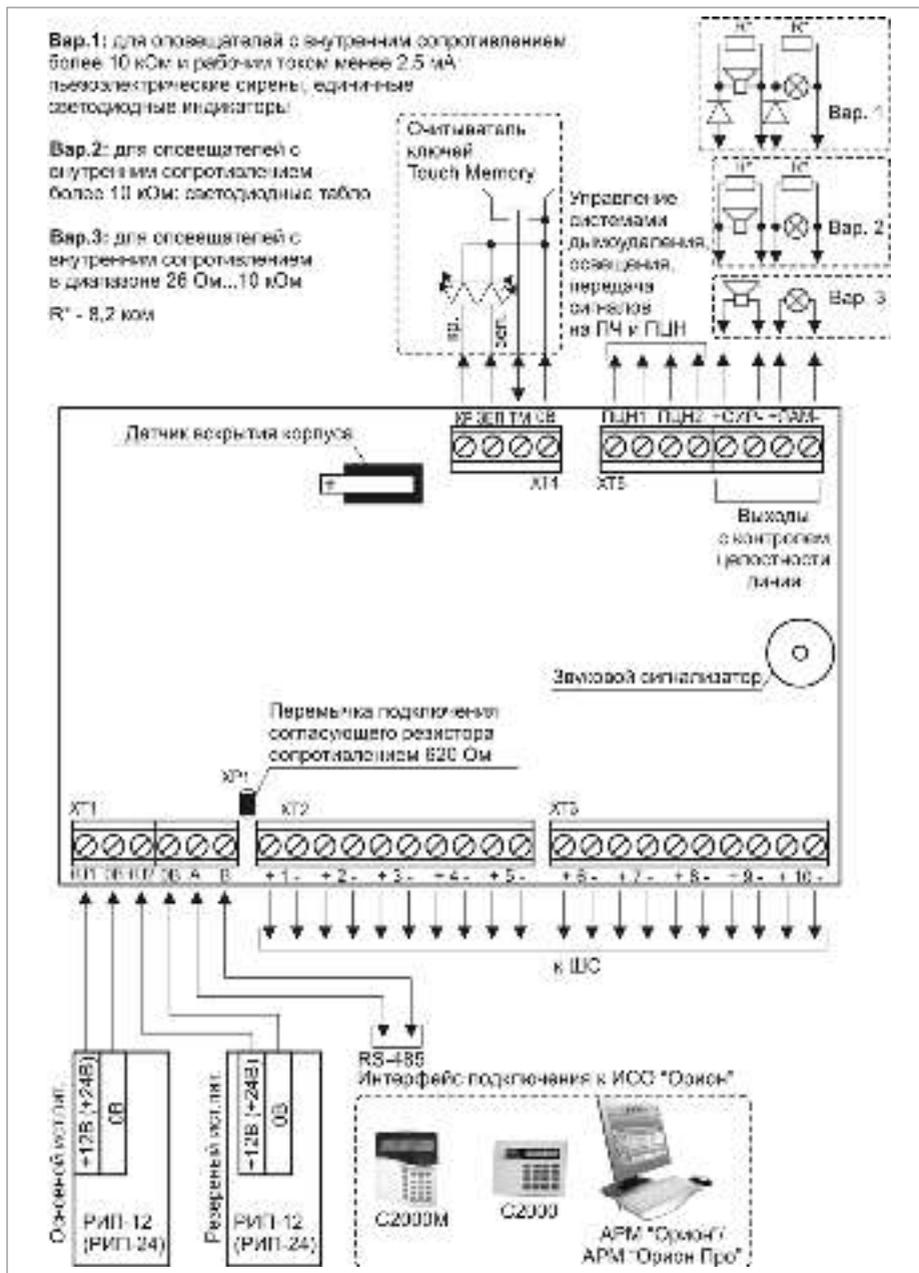

Рисунок 8. Схема внешних соединений блока «Сигнал-10»
1. Схема внешних соединений блока приведена на рис. 8.